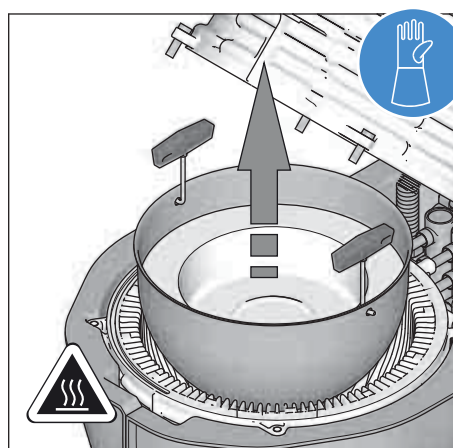

Figura 9-14 Sollevare ed estrarre l'insero inferiore della camera di combustione (rappresentato A1 BG 25-e)
- Togliere la parte bassa della camera di combustione con l'aiuto dell'apposita chiave (figura 9-14).